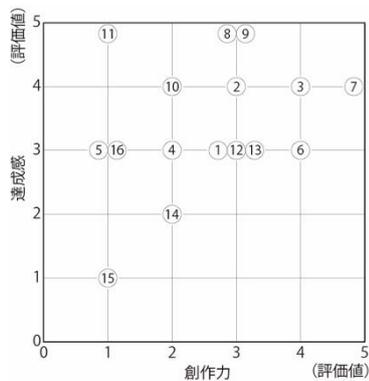
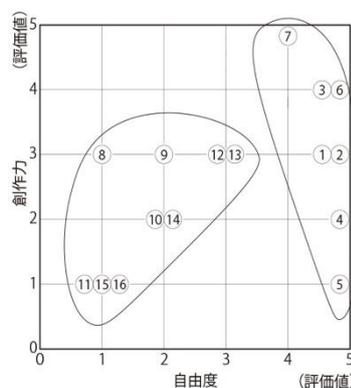

図2 創作力と達成感の相関
図3 自由度と創作力の相関
が今年度拡大した場所になります。両者を後ほどふれる図6に示した属性評価のレーダーチャート図と比較してみると開催地による差はほとんどないことがわかります。続いて分析したのが、5項目の属性評価の関係です。図2は創作力と達成感との相関図です。創作力が高いイベントほど達成感を感じた子どもたちが多いことがわかります。特に、⑦の粘土づくりは顕著に現れています。さらに、創作力を自由度（子どもたちが自由にに見学・体験できる度合い）で分析すると、図3で分けたクラスター1,2が右側に、